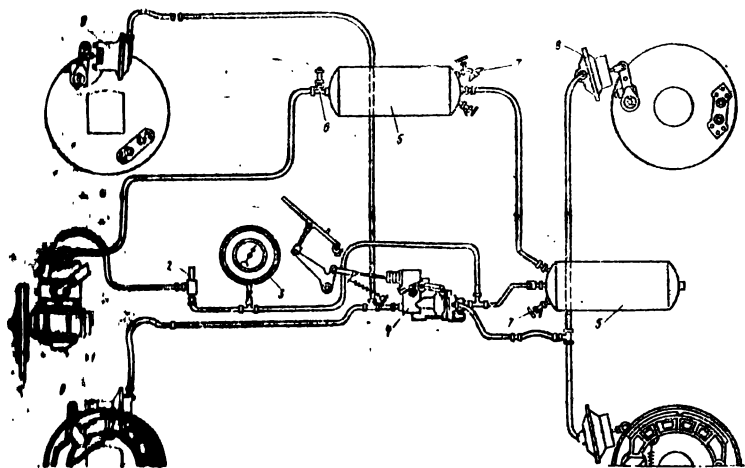

Рис. 53
Задание 119. I. Схема тормозной системы какого автомобиля (КамАЗ, КрАЗ и ЗИЛ-130) изображена на рис. 53?
II. Какой цифрой обозначен (рис. 53) компрессор и от какого шкива (коленчатого вала или водяного насоса) он приводится в действие?
III. Какой цифрой обозначен (рис. 53) регулятор давления и какую функцию он выполняет в пневматическом приводе тормозов?
IV. Какой цифрой (рис. 53) обозначен предохранительный клапан и краны для слива конденсата, воды и масла из воздушных баллонов? Для чего служит винт с контролкой и стержень на клапане?
V. Какой цифрой обозначены (рис. 53) воздушные баллоны и тормозные камеры? Для чего служат тормозные камеры?
VI. Какие приборы пневматического привода тормозов обозначены (рис. 53) цифрой 3 и 4 и для чего они служат?